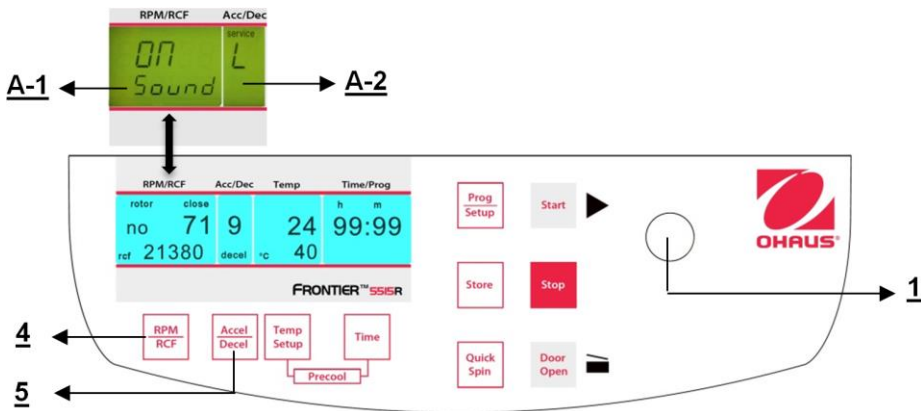

Figura 33
Proceda como se describe en el punto 4.1.2 para ingresar en este modo de programa y luego presione el botón "Accel/Decel" (5). En la pantalla "Acc/Dec" (A-2) destella la palabra "Service". Ahora seleccione la letra "L" con la perilla de ajuste (1). Como resultado, aparecen las palabras "On Sound" en la pantalla "RPM | RCF" (4). Si presiona el botón "RPM | RCF" (4) ahora, destella la palabra "On" y puede apagar el sonido con la perilla de ajuste (1) (vea la Figura 33).